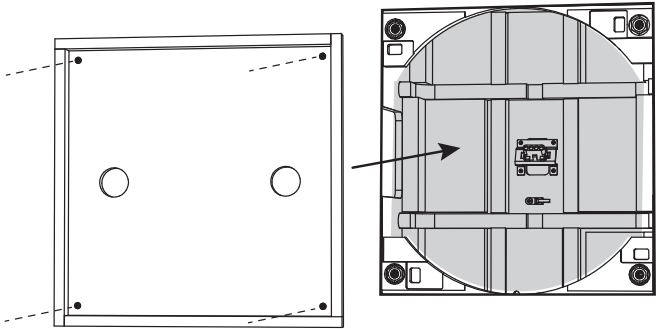

Fig. 5. Drywall Removed from the Aperture, and Cover Installed
2. Dopo l'installazione del muro a secco, ritagliare con cura il foro nel muro a secco con uno strumento manuale adatto, utilizzando come guida l'apertura rettangolare del retro della lattina (Fig. 5). Fare attenzione a non tagliare i cavi degli altoparlanti o il legno del barattolo posteriore. Assicurati che l'apertura del muro a secco non sia più grande dell'apertura del barattolo posteriore. Rimuovere polvere o detriti dall'interno della lattina posteriore.